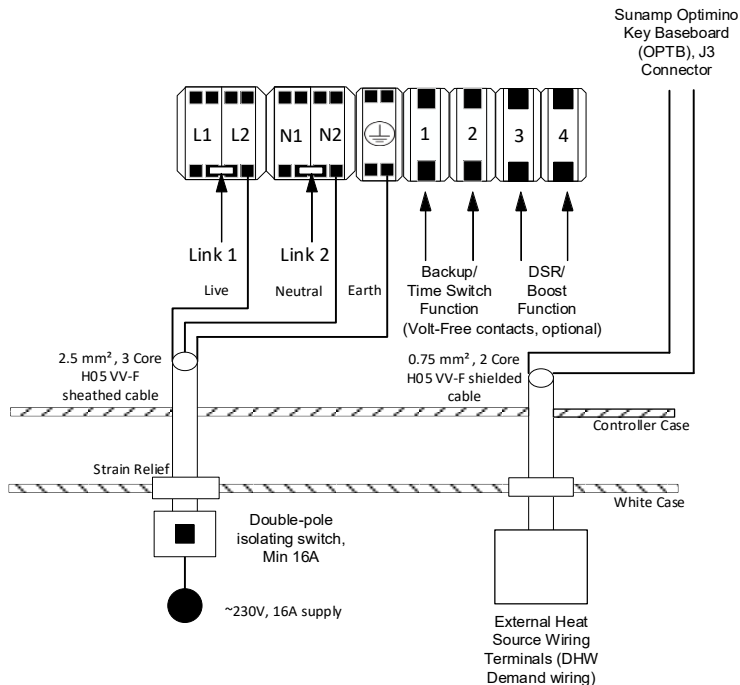

Abbildung 10 – Verkabelung der Thermينو xPlus Wärmebatterie ohne Solarenergie-Umschaltung
- Ohne Solarenergie-Umschaltung folgen Sie Abschnitt 6.4.1, Abbildung 10